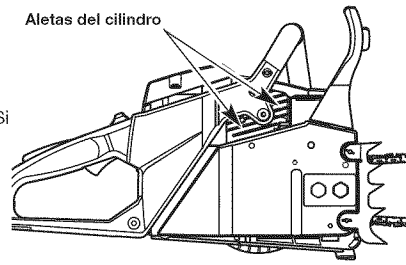

Fig. 54
5. Se tiene que sacar la suciedad de las aletas del cilindro regularmente para reducir el riesgo de daño a la unidad y lesiones personales debido a incendio. Utilice aire comprimido, a 40 lb/pulg2 o menos, para soplar la suciedad que haya en las aletas del cilindro (Fig. 54). Al limpiar las aletas del cilindro con aire comprimido, use siempre espejuelos o gafas de seguridad. Utilice un cepillo pequeño de alambre para los residuos que sean difíciles de sacar. No use agua ni disolventes en las aletas del cilindro. Si después de limpiar, aún queda una cantidad considerable de suciedad, haga que un distribuidor de servicio autorizado limpie las aletas del cilindro.